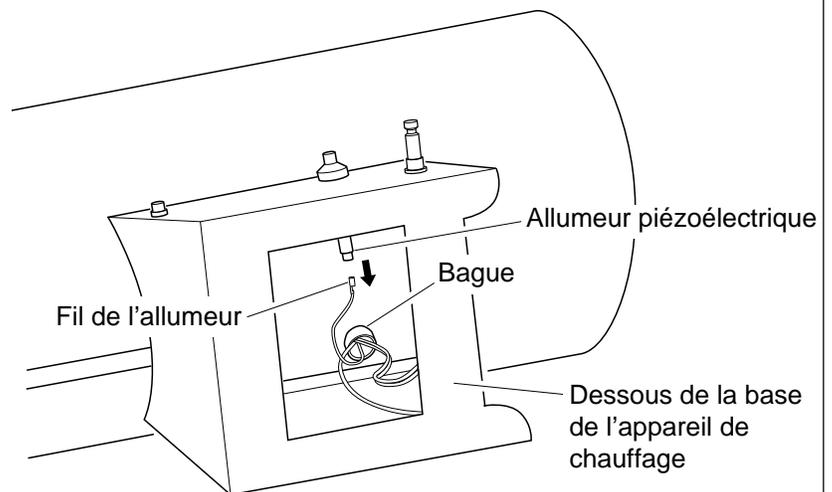

Figure 11 - Retrait du fil de l'allumeur piézoélectrique
2. Retirer le fil noir de l'allumeur piézoélectrique. On peut accéder à ce fil en passant par le dessous de la base de l'appareil (se reporter à la figure 11). Pousser le